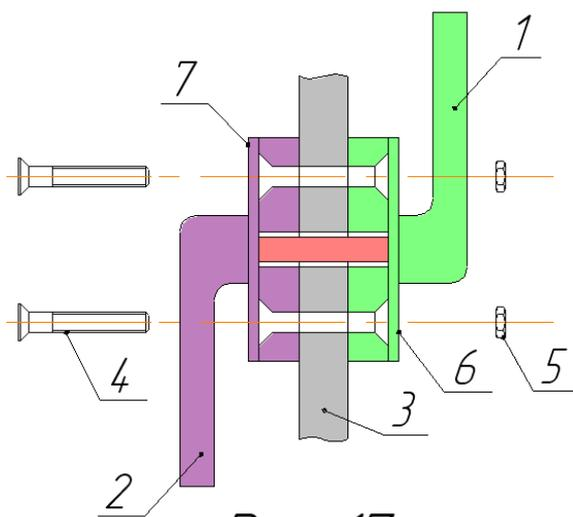

Рис. 17
4.19 Закрепляем дверные ручки №1 и №2 (рис.17) на дверную створку №3 болтами №4 М5x38 (2шт) с потайной головкой и гайками №5 (2шт). Для этого поворачиваем декоративную крышку №6 и №7 на 90 град.